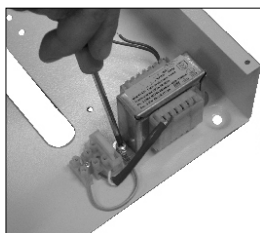

Fig. 3
B) Montare il trasformatore, avendo cura di bloccare l'occhiello di messa a terra (filo giallo e verde) ad una vite di fissaggio del trasformatore stesso (fig. 3).